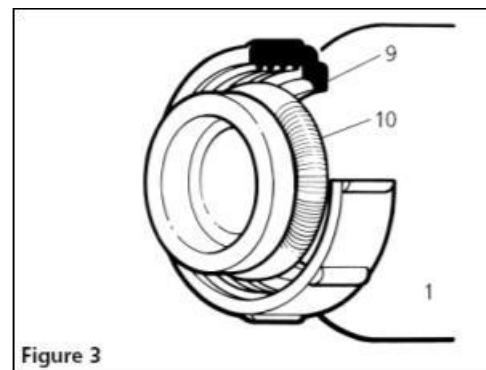

Figure 3
6. Placer le chapeau de fixation gris (9) sur le joint d'about du condenseur (1), les filets de vissage tournés vers l'extérieur, et le maintenir en position avec le ressort circulaire (10) (figure 3).